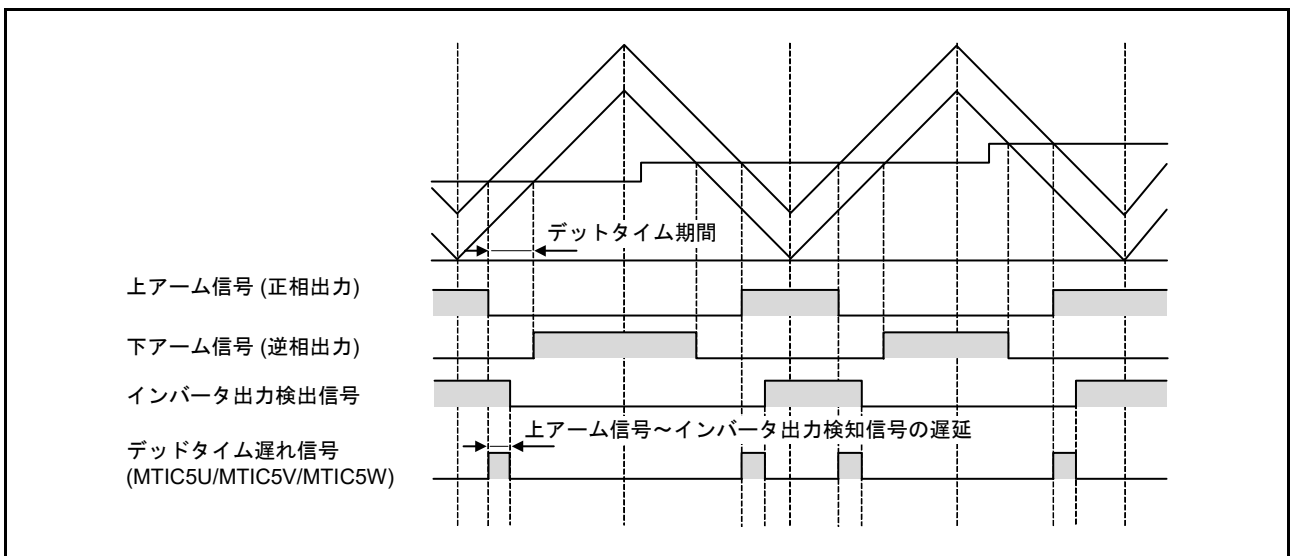
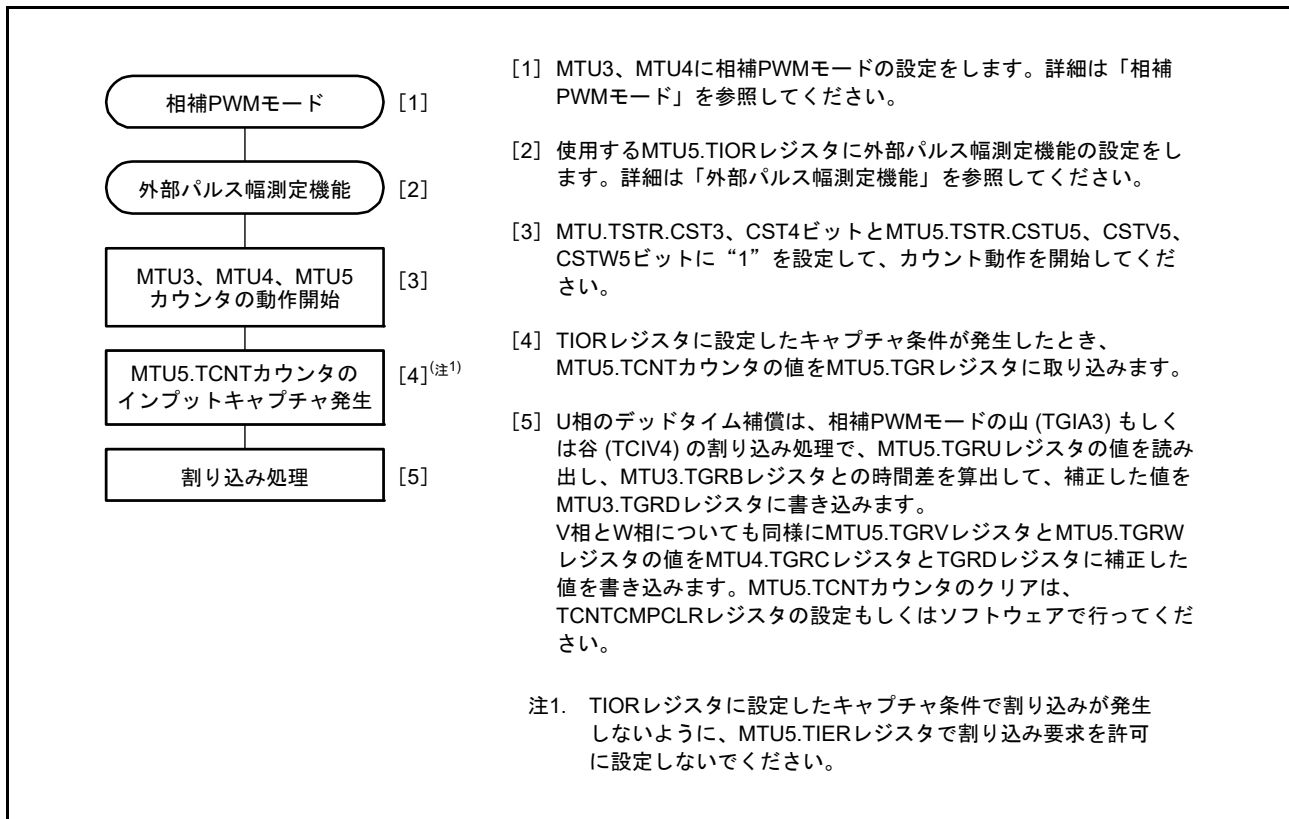

図 20.80 相補 PWM モード動作時のデッドタイム遅れ
図 20.81 デッドタイム補償機能の設定手順例
MTU5 の外部パルス測定機能でデッドタイム遅れを測定して、PWM 出力のコンペアレジスタに設定するデューティを補正することで、MTU3、MTU4 を使用した相補 PWM 動作時の PWM 出力波形に対するデッドタイムを補償することができます（図 20.80）。MTU3 ~ MTU5 を使用したデッドタイム補償の設定手順を図 20.81 に示します。このときの MTU5 の動作については、(2) 相補 PWM の山と谷での TCNTU、TCNTV、TCNTW カウンタキャプチャ動作を参照してください。
MTU5の3本のカウンタを使用したデッドタイム補償機能の設定手順例を図20.81に示します。